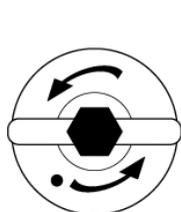

FIG.1
1. Gire el pomo (2) en el sentido contrario a las agujas del reloj, hasta que el puente de acero descansa sobre la tapa (FIG.1).